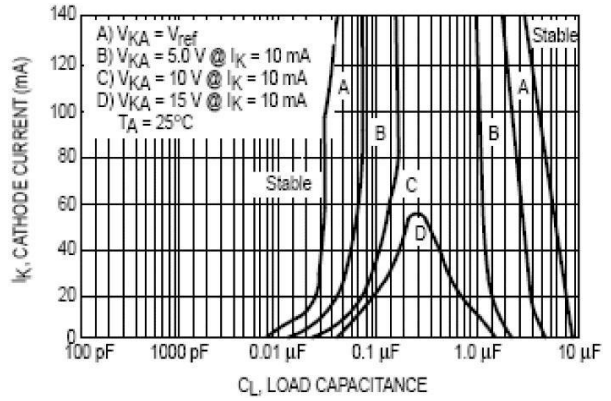

图 15. 稳定边界条件
CBM432 是用途广泛的可编程精密电压基准源。在需要基准电压而又没有标准基准电压的电路中作为基准电压源使用。其他的用途包括 在供电电源、电压监视器、很定电流元、红顶灌电流和串联旁路调节器中为驱动光耦合器提供反馈控制。在这些应用中，至关重要是维持设备在多种工作电流和负载电容中的稳定。有些情况下，电路设计者能够从如图 15 所示的稳定边界条件曲线中估算稳定电容。然而，这些典型曲线只在专门的阴极电压和专门的负载条件下提供稳定信息。
阴极与基准电压引脚相管片。数据表稳定边界曲线的测试 (如图 15) 显示负载电容量和阴极电流值在边界上。定义传输增益。直流增益 (DC) 为: